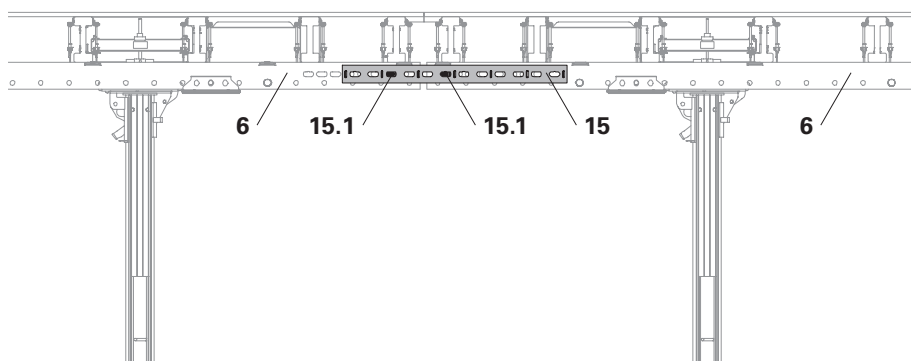

Fig. A2.09
2. Inserire dal basso la giunzione VKZ 99 (15) tra le due travi in acciaio SRU U120 (6).
3. Infilare il cuneo KZ (15.1) nei corrispondenti fori asolati e fissare. (Fig. A2.09)